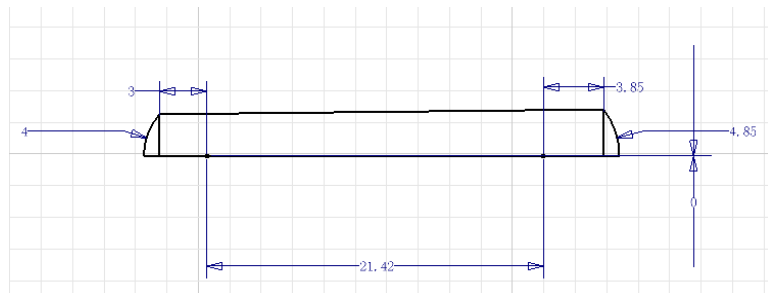

图 6-36 最终草图轮廓
④单击【草图】标签栏【修改】面板的【修剪】工具按钮，将多余的线条全部剪切掉，最终的草图轮廓如图 6-36 所示。需要注意的是，有些线条可能对于轮廓来说没有任何造型的意义，但是尺寸约束却需要用到，所以如果这样的线条如果对实体造型不会产生影响的话，应该尽量保留，以便于后来对零件进行尺寸修改。